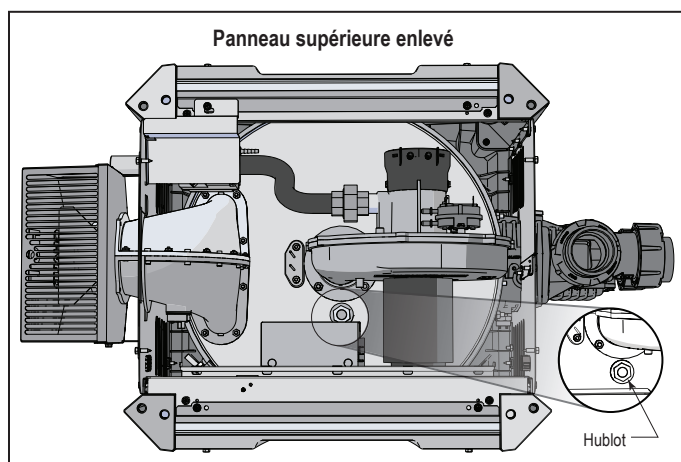

Figure 31. Enlever le panneau supérieur pour voir la flamme
11. Vérifiez visuellement la flamme du brûleur principal. Pour obtenir une bonne visibilité directe, enlevez l'interface utilisateur du panneau supérieur du réchauffeur (voir la figure 31).